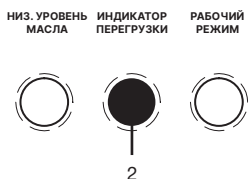

Рис. 9
- ① Обратите внимание! Индуктивные потребители с электродвигателями имеют высокие пусковые токи (см. таблицу). Учитывайте коэффициент мощности при подключении потребителей тока!
- ① Если преобладают потребители с индуктивной нагрузкой, то рекомендуется использовать классический (не инверторный) генератор DINKING.
- ① Примечание: Мощность при применении указывается в случае независимого использования каждого прибора.
- Лампа индикатора перегрузки (2, рис. 9) загорается, если общая мощность превышает спектр применения.